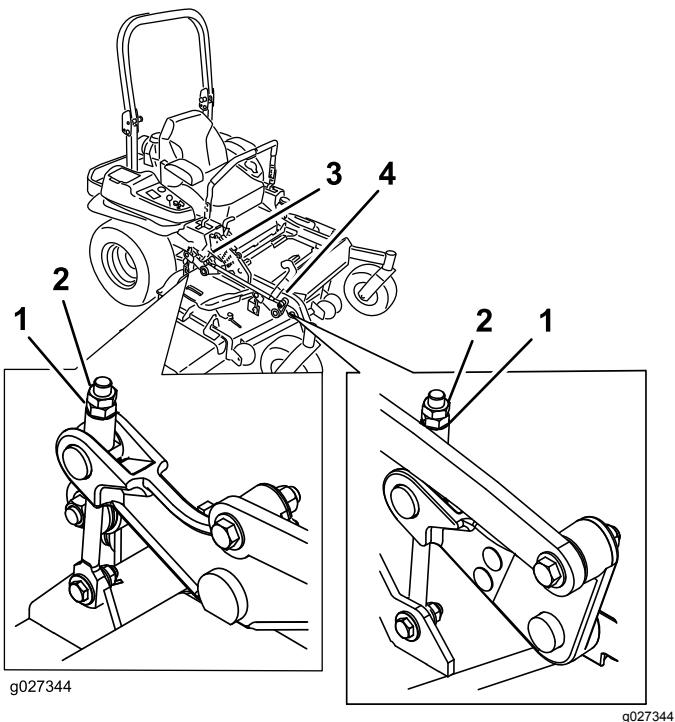

Figura 93
10. Gire la tuerca de ajuste del conjunto de elevación de la carcasa delantera para modificar la altura (Figura 93).
| 16. Gire el tornillo de ajuste hasta obtener una altura de 8.3 cm ( $3\frac{1}{4}$ ) (Figura 93). | 17. Mida hasta que los 4 lados tengan la altura correcta. |